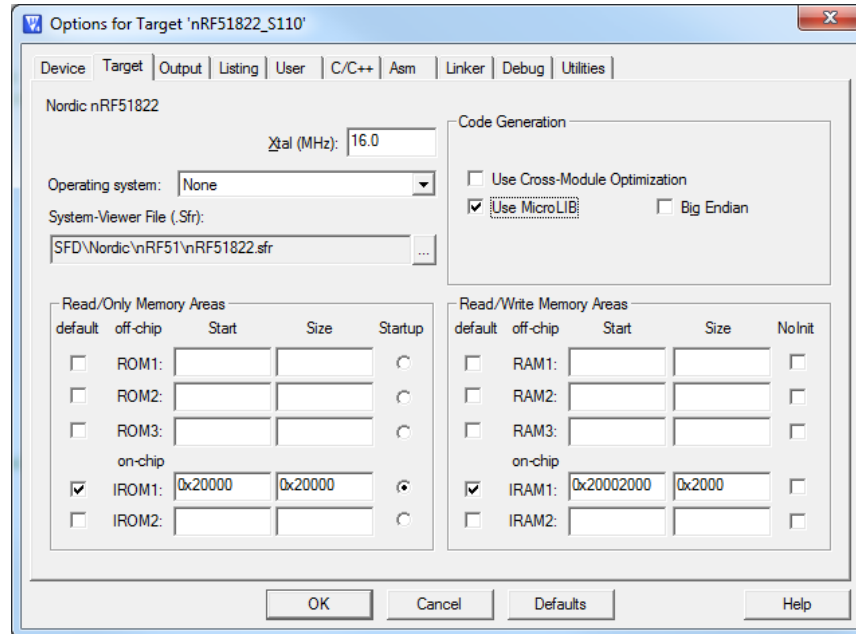

Figure 22 Memory layout with example SoftDevice
6. 在 **Read/Write Memory Areas**, 定义 **Start** 和 **Size** , 见page31 的 **Figure 22**.